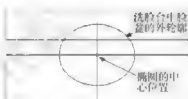

图 3-45
**步骤3:** 单击工具栏中的“椭圆”按钮 , 绘制洗脸台中脸盆的外轮廓, 如图 3-45 所示。